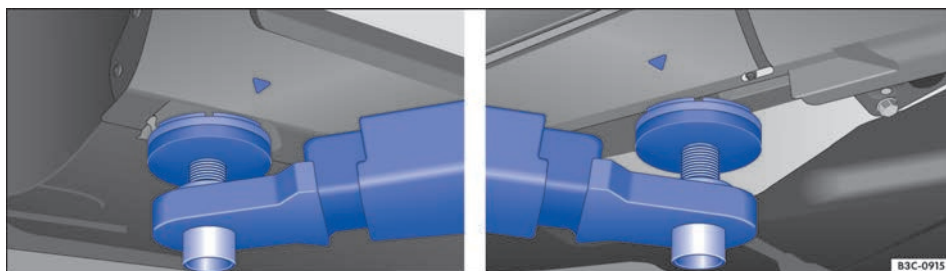

Fig. 277 Elevar el vehículo con la plataforma: puntos de apoyo en vehículos sin tapas.
El vehículo solo se deberá elevar por los puntos de apoyo que se muestran en la ilustración → fig. 277. Si el vehículo no se eleva por los puntos de apoyo indicados, podría sufrir daños → ⚠️ y causar lesiones graves → ⚠️.
- Eleve el vehículo únicamente por los puntos de apoyo que se muestran en la ilustración → fig. 277. Si el vehículo no se eleva por los puntos de apoyo indicados, podría caerse de la plataforma, por ejemplo, al desmontar el motor o la caja de cambios.